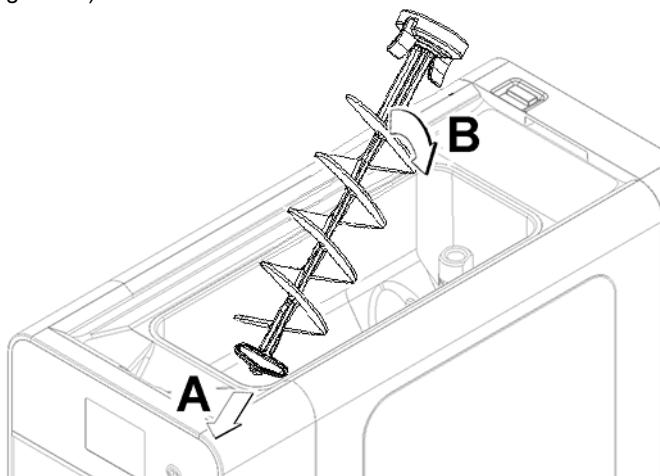

figure 27
- 6** Monter le mélangeur ensemble prenant soin d'insérer les extrémités dans les rainures dans le bassin supérieur.(voir figure 27)